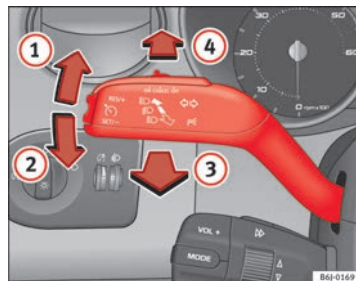

Fig. 60 Manípulo das luzes indicadoras de mudança de direcção e dos máximos
- Carregar a alavanca para cima, até ao batente para cima ⇒ Fig. 60 ①, para piscar à direita ou para baixo ②, para piscar à esquerda.
- Empurrar a alavanca para a frente ⇒ Fig. 60 ④, para ligar os máximos.